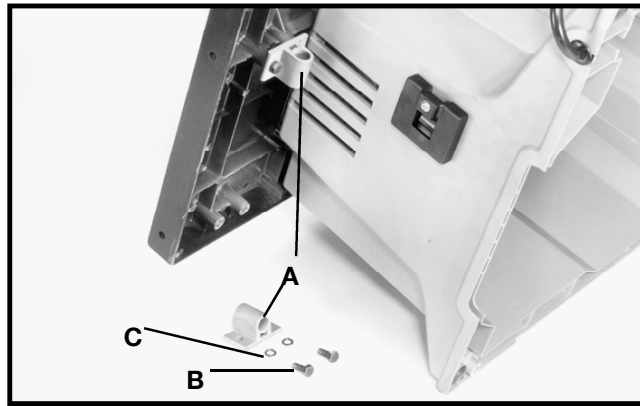

Fig. 29
1. Fixer **LÉGÈREMENT** les deux supports (A) fig. 29, au côté gauche inférieur de la table de la scie comme indiqué, avec deux vis à tête hexagonale cruciformes M6x1x15 mm (B) et des contre-écrous M6,1 (C). Assembler les deux autres traverses du côté inférieur droit de la lame de la scie de la même manière.